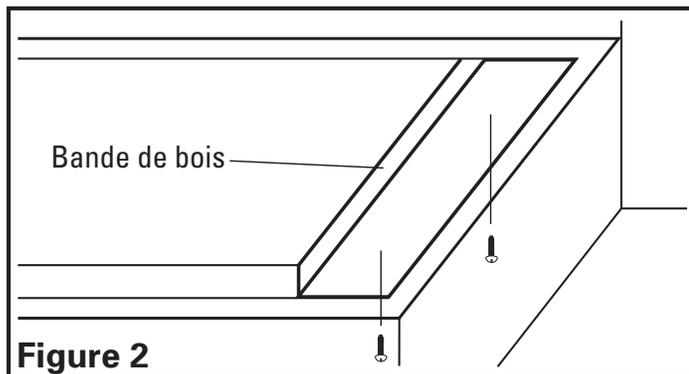

**Figure 1**
- Retirez les pièces suivantes de la hotte et placez-les à un endroit sûr jusqu'à ce que vous en ayez besoin (**Figure 1**) :